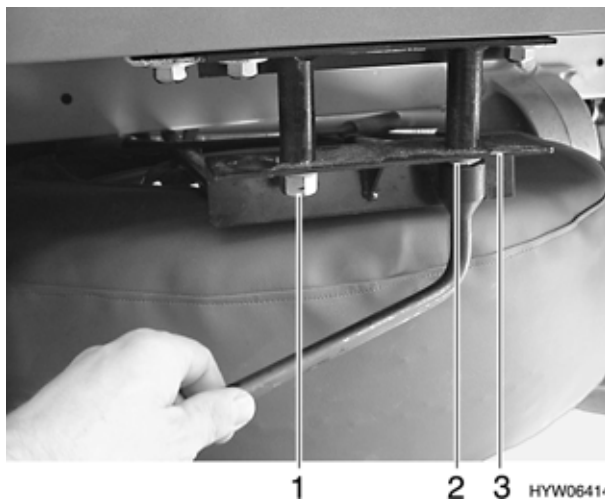

Fig. 180 Portaruota di scorta
- Svitare di tre giri il bullone (Fig. 180,1) con la chiave per i dadi di fissaggio della ruota (dotazione).
- Svitare il bullone (Fig. 180,2).
- Sganciare il cestello portaruota di scorta (Fig. 180,3), tirarlo in avanti e depositarlo.